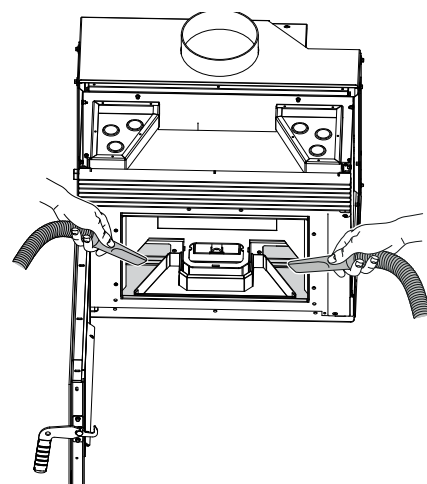

fig. 7.19
- F) aspirare il residuo di cenere (fig. 7.19)